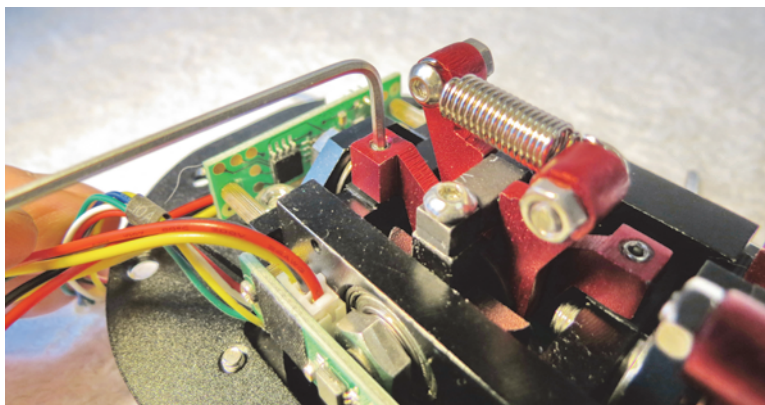

Рис. 1.6.
2. Коротким коленом шестигранника, входящего в комплект поставки Ш, выкрутите контрольный винт (рис. 1.6), фиксирующий регулировочный винт (на рисунке не виден).